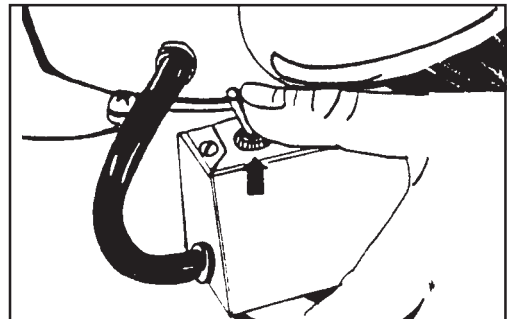

Figura 6
4. Sitúe el interruptor de velocidad variable en la posición "HI" (alta) (1). Vea la Figura 6. Después de alcanzar plena velocidad, ponga el interruptor en la posición "LO" (baja) si es necesario desplazarse a baja velocidad.